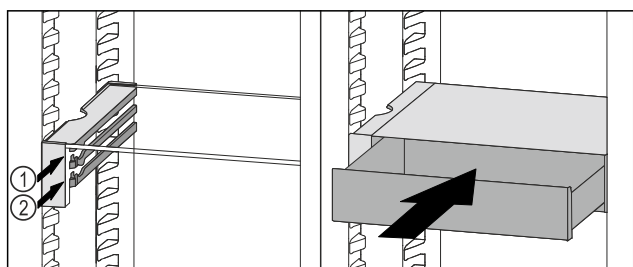

Fig. 108
- ▶ Plasser VarioSafe-skuffen bak stopperne på ønsket rille Fig. 108 (1) eller Fig. 108 (2).